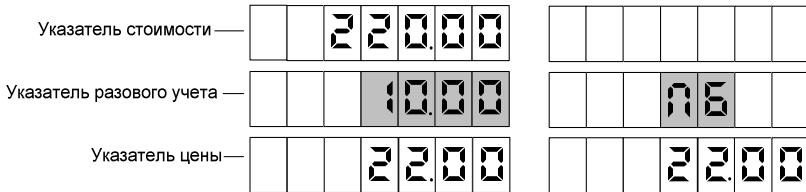

Рисунок 8
8.2 Для выдачи топлива необходимо задать дозу с СУ. Когда устройство будет готово к отпуску топлива, в средней строке табло мигающими символами отобразится величина заданной дозы, а в случае отпуска "до полного бака" – символы "ПБ" (рисунок 8).